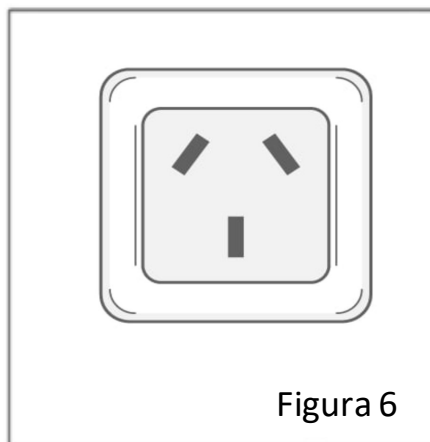

Figura 6
7. La toma de corriente debe ser de conexión a tierra y el enchufe no se puede cambiar opcionalmente. (se muestra en la figura 6)